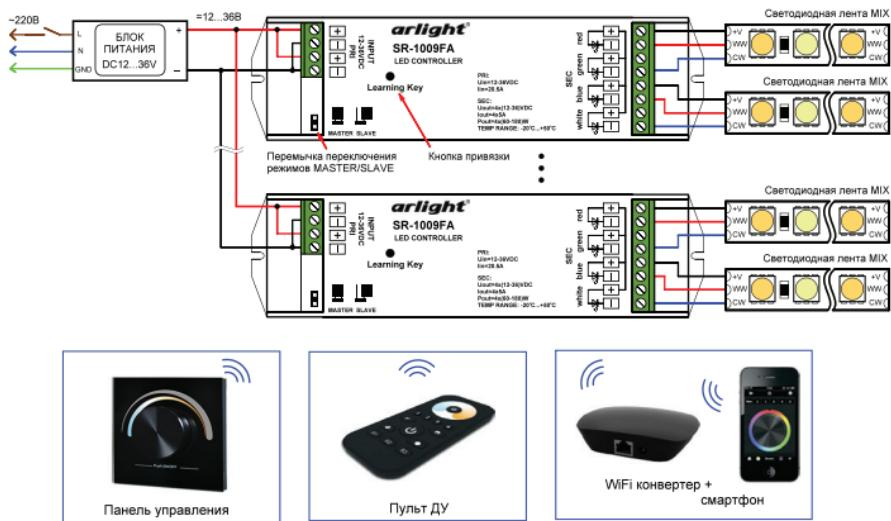

Рис.2.Схема подключения оборудования на примере контроллеров SR-1009FA
- 3.8. Подключите светодиодную ленту, контроллеры и блоки питания (см. инструкции к используемому оборудованию). Пример подключения оборудования приведен на Рис.2.